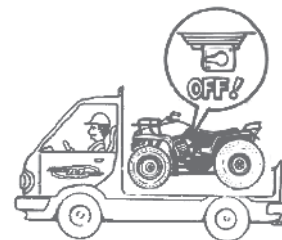

Рис. 3
22. При погрузке и перевозке ATV не превышайте установленную максимальную нагрузку. Уменьшите скорость движения и следуйте инструкциям в этом руководстве для перевозки груза или буксировки прицепа. Пожалуйста, проверьте, чтобы кран подачи топлива был в положении «**ВЫКЛЮЧЕНО**»/OFF Рис. 3 при транспортировке и хранении (для карбюраторных моделей).